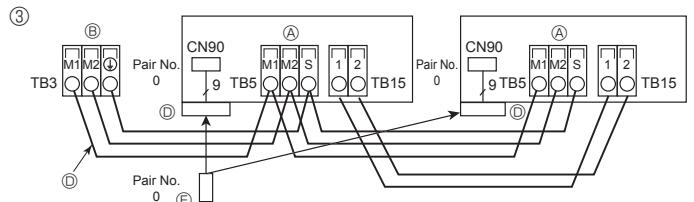

Fig. 6-5
- ③ Controlador remoto inalámbrico (al instalar un receptor de señales inalámbrico) (Fig. 6-5)